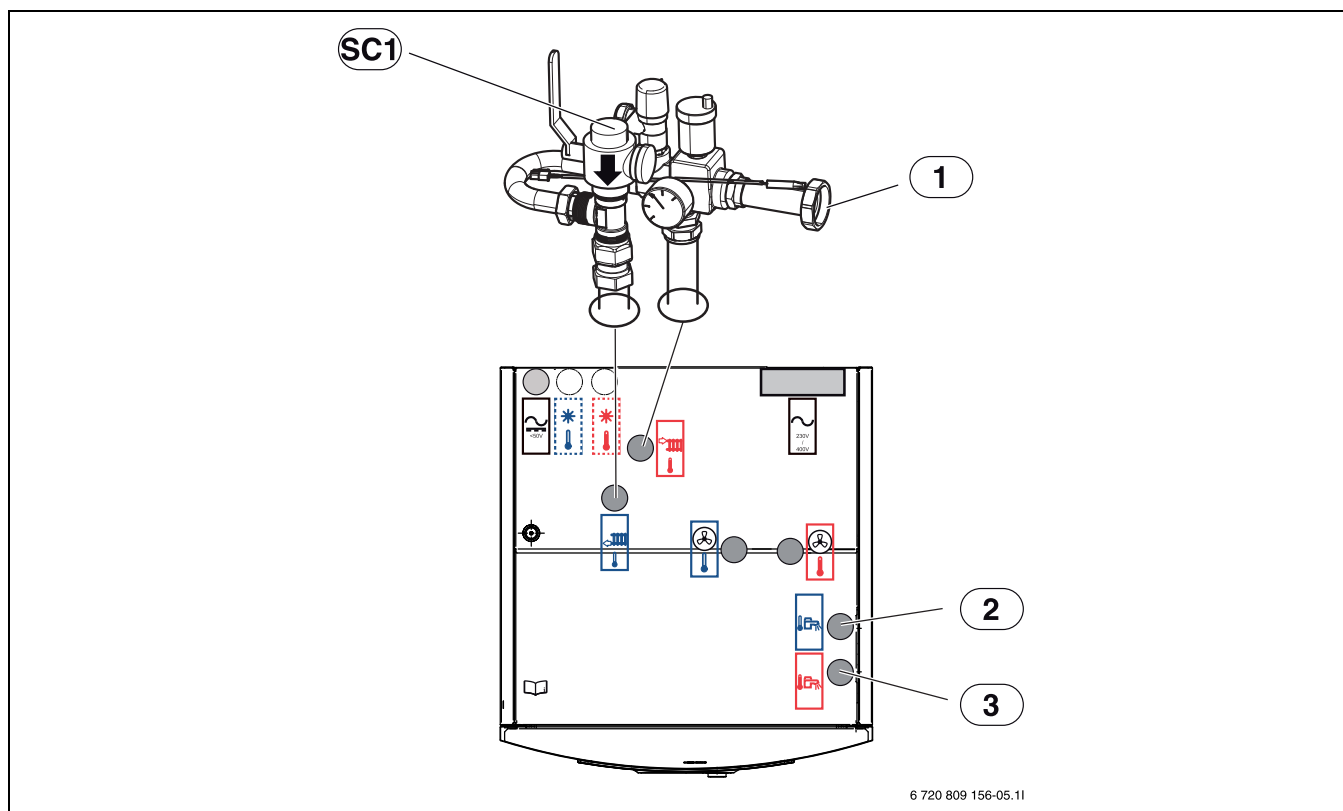

Fig. 9 Conexión de la unidad interior a la instalación de calefacción y al agua caliente
- ▶ Conectar la bomba de circulación de la instalación de calefacción a [1], fig. 9.
- ▶ Conectar el retorno de calefacción al filtro de partículas [SC1], fig. 9.
- ▶ Conectar el agua fría a [2], fig. 9.
- ▶ Conectar el agua fría a [3], fig. 9.